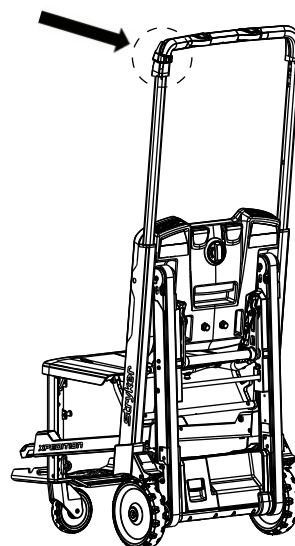

Рисунок 36 – Крепление крючка для внутривенных вливаний к креслу
**Примечание** - Совместите крючок для внутривенных вливаний с выступом на поручне, расположенным слева (Рисунок 36).